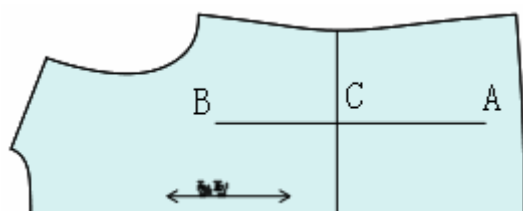

图 1
1. 如下图 1 示，用该工具依次单击点 A、点 B、点 C，弹出【锥形省】对话框；